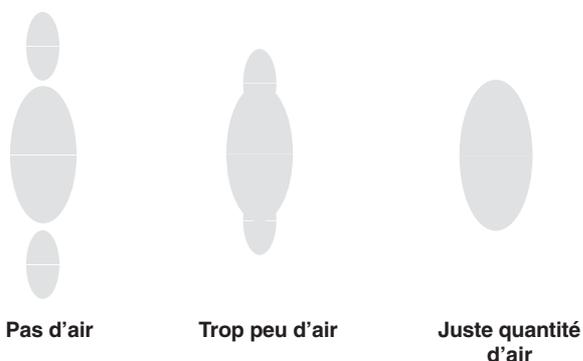

Fig. 6
5. Régler la pression d'air d'atomisation à env. 35 kPa (0,35 bar) après appui sur la gâchette. Contrôler le jet, puis augmenter lentement la pression d'air jusqu'à ce que les queues soient complètement atomisées et intégrées au jet. Voir Fig. 6. Ne pas dépasser 0,7 MPa (7 bars) de pression pour l'air alimentant le pistolet.